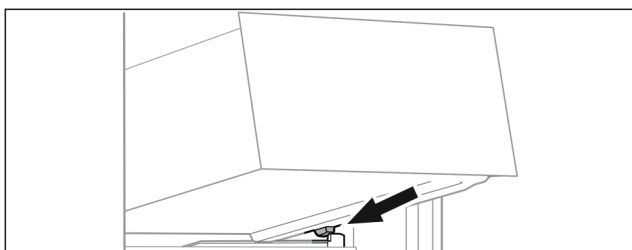

Fig. 132
- ▶ Наклоняя вниз, установите выдвижной ящик за стопоры на контейнерное ребро. (см. Fig. 132)